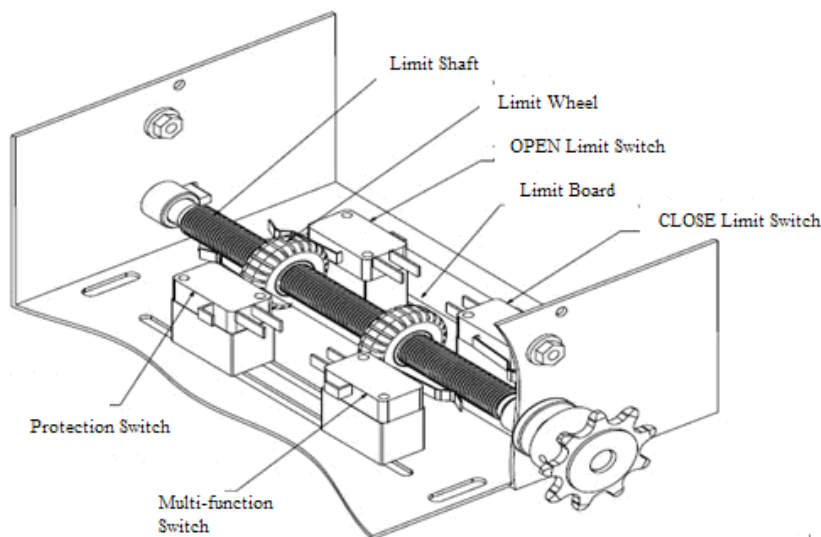

Figura 5
1) Pulse la placa de retención, de modo que la tuerca de final de carrera puede girar hacia atrás y adelante. (Ver Figura 5)